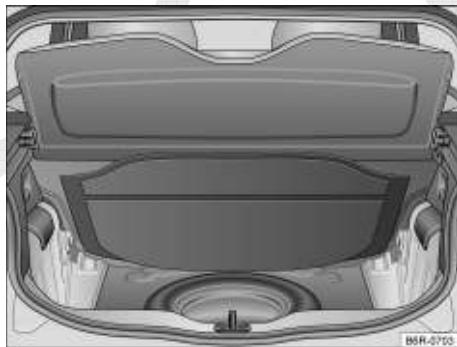

Fig. 135 No compartimento de bagagem embaixo do revestimento do assoalho: roda de emergência e ferramentas de bordo.
As ferramentas de bordo e a roda de emergência estão localizadas no compartimento de bagagem embaixo do revestimento do assoalho ⇒ Fig. 135.
- Levantar o revestimento do compartimento de bagagem ⇒ Fig. 135.